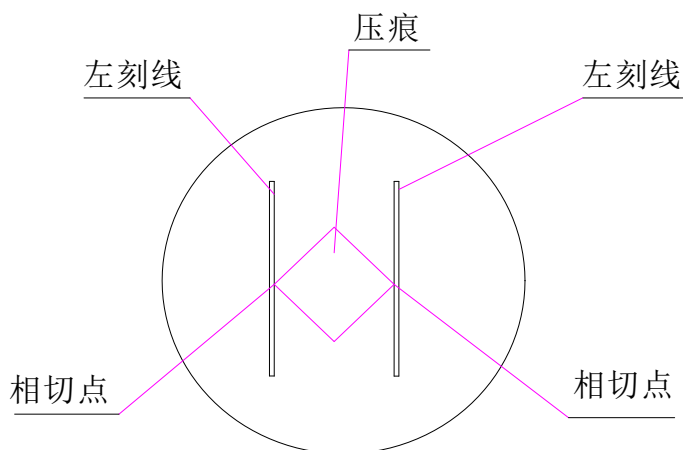

图 6
4.9 转动右边鼓轮(19)使刻线分开，然后移动左侧鼓轮(16)，使左边的刻线移动，当左边刻线的内侧与压痕的左边外形交点相切时，再移动右边刻线，使内侧与压痕外形交点相切，按下目镜上测量按钮(20)，对角线长度 d_1 的测量完成图 6；